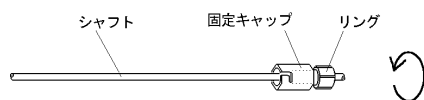

図1.
- ⑥ 挿入(手術)中のブロッカーチューブは、反対側の気管支へ入れ替えないこと。[ブロッカーチューブのアンクル部が伸び、カフ破損、気管・気管支損傷等の原因となる]
- ⑦ 患者の体位を変えた(体位が変化した)場合は、ブロッカーチューブ(カフ)の挿入位置を必ず確認すること。
- ①使用前に、カフ検査を行い、空気漏れ、片膨れ等の異常が認められた場合は、使用しないこと。[シリコンゴム製品は、自己密着性があり、膨張不能や片膨れが生じることがある]
- ②挿入する際は、カフ全体に潤滑作用を有する薬剤等を塗布すること。[塗布せずに挿入すると、カフ破損、気管・気管支損傷等の原因となる]
- ③カフを膨張させる際は、バルブより繊維（リント）等が混入しないよう注意すること。[バルブの機能が低下し、カフ収縮の原因となる]
- ④カフを膨張させる際は、清潔なシリンジを使用すること。[シリンジに付着しているリント等が、バルブ内に混入する危険性がある]
- ⑤カフを膨張させる際は、シリンジの先端をバルブの奥まで確実に挿入すること。[挿入が不十分な場合、バルブ内の弁が開かず、カフ操作が行えない場合がある]
- ⑥使用時の空気注入量は、気管支壁の毛細血管の血流障害、手術時間等を考慮し、臨床上の判断により決定した注入量とすること。[過膨張は、カフ破損、気管支損傷等の原因となる]
- ①使用前に、固定キャップのリングを右に回して、固定キャップがシャフトに固定できることを確認すること。[固定できない場合は、使用しないこと]（図1参照）